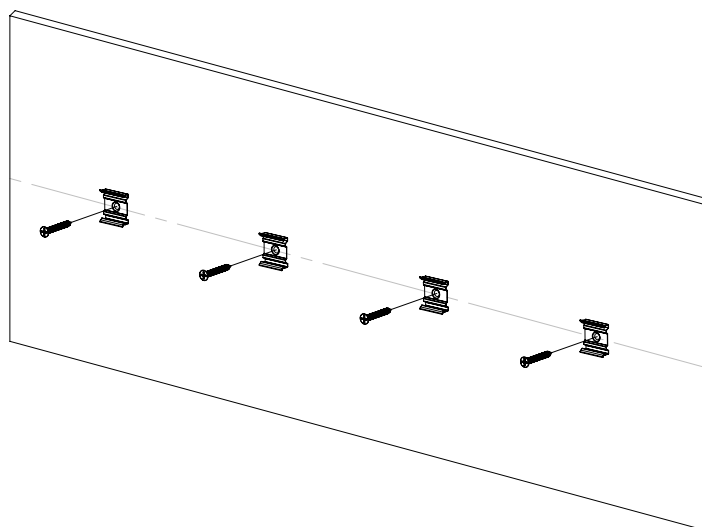

Figure 4
- Utilisez au moins une (1) attache de fixation tous les 30,5 cm (1 pied linéaire) de l'extrusion pour un support adéquat.
2. Déterminez et mesurez la longueur et l'emplacement souhaités des extrusions. Marquez la position des attaches de fixation uniformément sur la longueur de l'extrusion avec au moins une (1) attache tous les 30,5 cm (1 pied linéaire) pour un support adéquat.
3. Alignez chaque attache sur les positions indiquées et fixez-les à la surface à l'aide des vis fournies. (Pour l'installation sur cloison sèche, installez les ancrages pour cloison sèche fournis aux positions indiquées avant d'utiliser les vis fournies pour fixer les attaches de fixation.) (Figure 4)